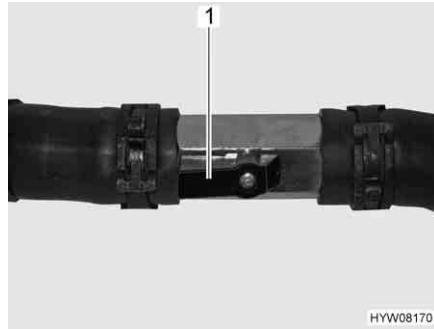

Fig. 204 Rubinetto aperto
- Posizionare la leva (Fig. 204,1) parallelamente alla tubazione (Fig. 204). Più il rubinetto viene aperto, maggiore è la prestazione del riscaldamento.